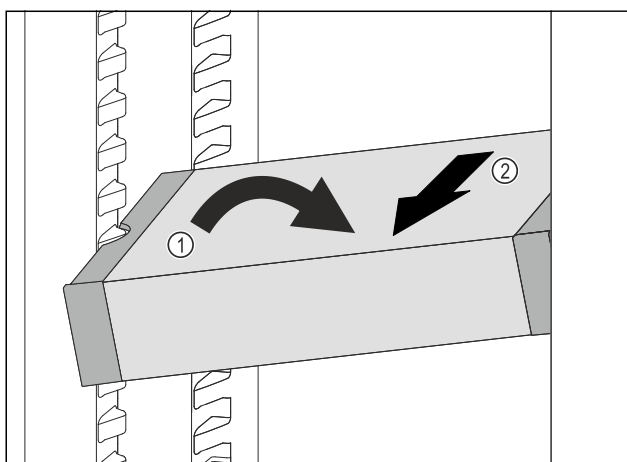

Fig. 186
- Vendosni VarioSafe pjerrtas në pjesën e ftohjes. Fig. 186 (1)
- Hiqni VarioSafe për nga përpara. Fig. 186 (2)